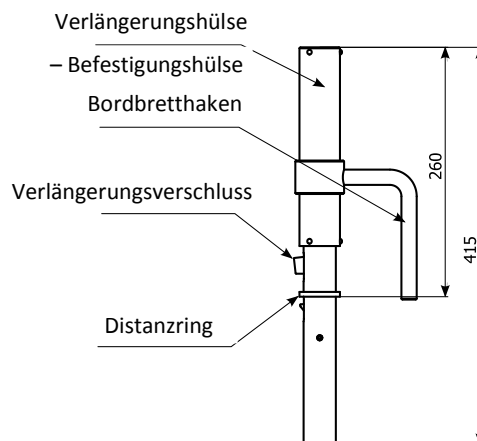

Abb. 3. Verlängerung 250
1.3.3. Verlängerung 250 (Abb. 3)